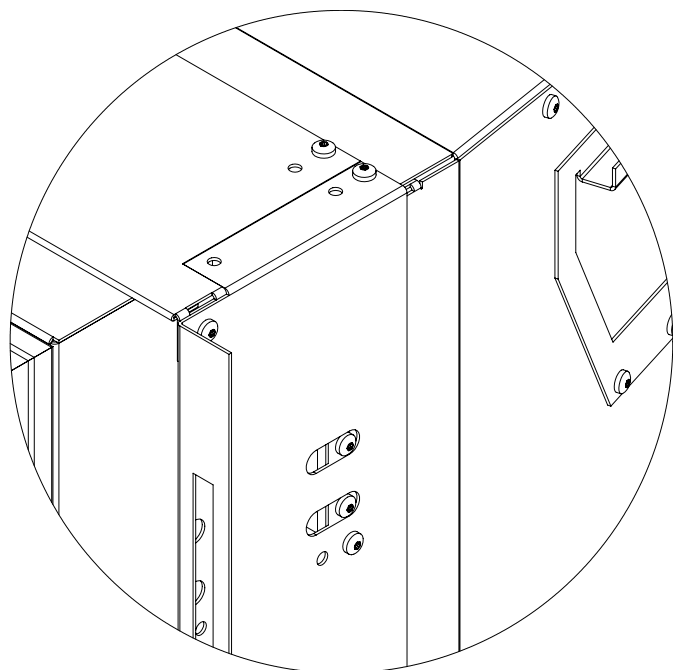

Figure 45: Réglage 2
3. Faites glisser l'extension latérale de l'avant jusqu'à ce que les trous s'alignent avec les trous dans l'armoire (voir Figure 45).
4. Ré-installer six (6) vis dans chaque côté de la vulgarisation et dans l'armoire et d'autre.